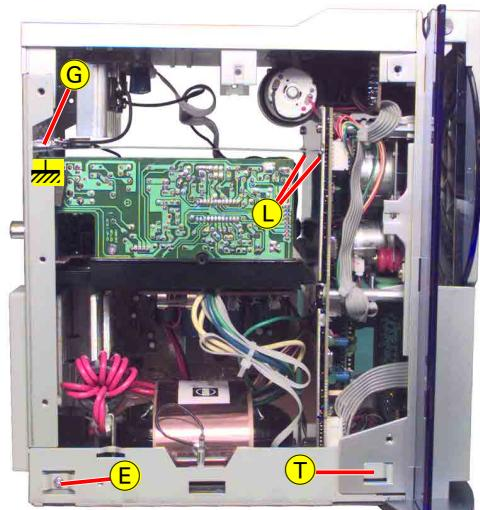
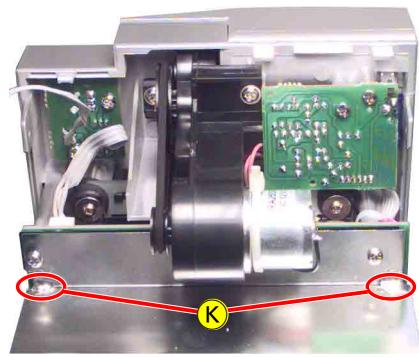

Fig. 6
Fig. 8
- Abschirmblech ablösen **K** (Fig. 8) und abnehmen. Abschirmblech beim Einbau wieder in das Abschirmblech der CD-Leiterplatte einhängen **L** (Fig. 6).
- Unsolder and remove the shielding plate **K** (Fig. 8). When reassembling take care to put it in the shielding plate of the CD PCB **L** (Fig. 6).